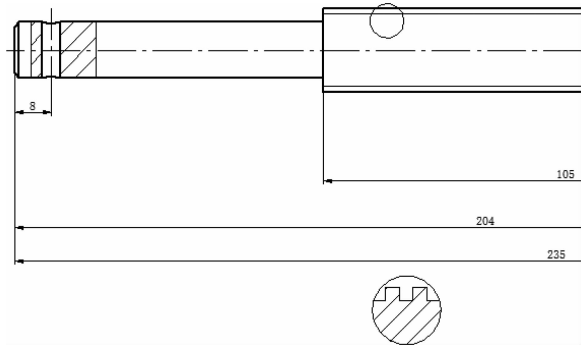
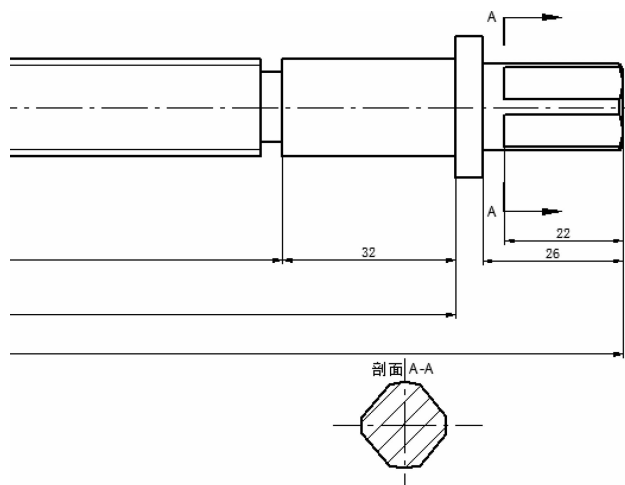

图 9-135 标注主视图简单尺寸 1
图 9-136 标注主视图简单尺寸 2
(1) 工程图中的【标注】和二维图中的【标注】有很大的相似之处。单击【主页】菜单栏中的【尺寸】菜单下的【智能尺寸】按钮，首先标注主视图中的简单尺寸，如图 9-135 和图 9-136 所示。